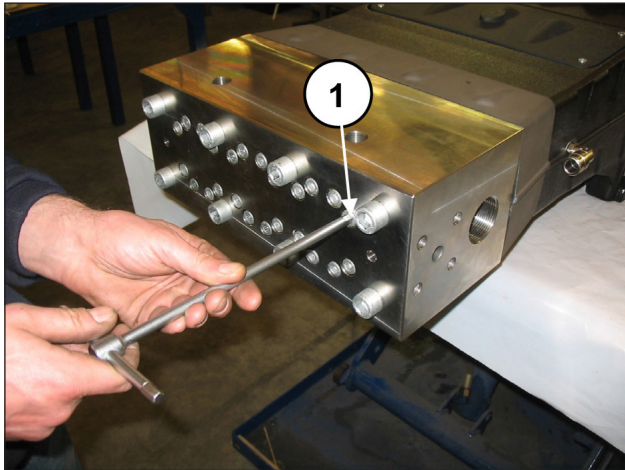
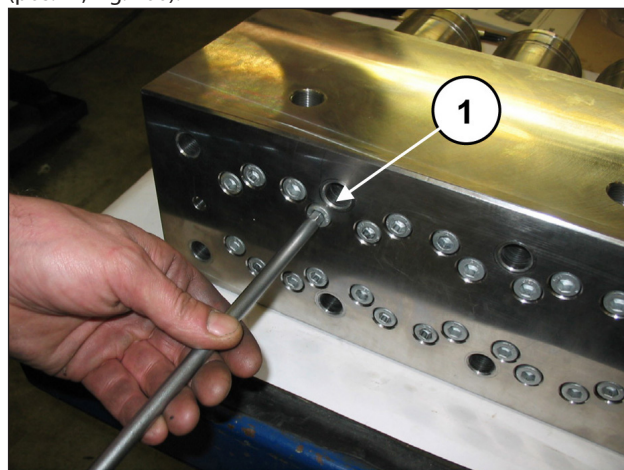
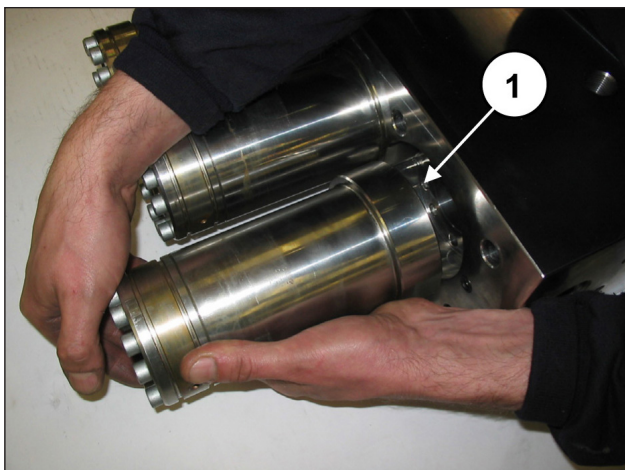

Fig. 94
Fig. 99
Fig. 100
Solte, sem remover, os parafusos M10x140 de fixação das camisas do cabeçote (pos. ①, Fig. 94), de modo a ficarem livres.
Remova os parafusos M10x140 de fixação das camisas do cabeçote (pos. ①, Fig. 99) e extraia os grupos das camisas (pos. ①, Fig. 100).
Para a extração dos grupos de pistão, opere como a seguir: Separe o cabeçote e o espaçador para camisas do carter da bomba, conforme indicado no parág. 2.2.1 (da Fig. 94 a Fig. 100).